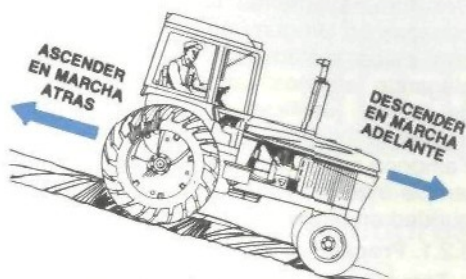

Figura 7.- Forma de transitar en pendientes pronunciadas.
4. Subir marcha atrás las pendientes muy pronunciadas y descenderlas hacia adelante. Ver figura 7. Si se tiene que subir una pendiente tirando de una carga pesada colocar la barra de tiro en la posición más baja y corta. Embragar y acelerar lentamente, *mantener la velocidad del motor uniforme*. No detenerse en la mitad de la pendiente.